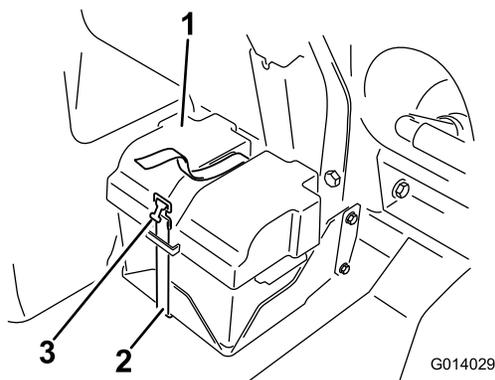

Figura 79
2. Figura 79
4. Instale la cubierta de la batería, sujetándola con la correa que retiró anteriormente (Figura 79).